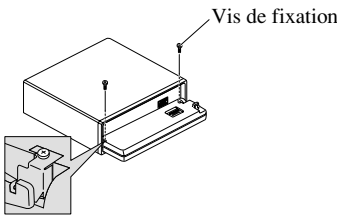

Fig. 13
3. Fixez la face avant sur l'appareil avec les vis de fixation. (Fig. 13)